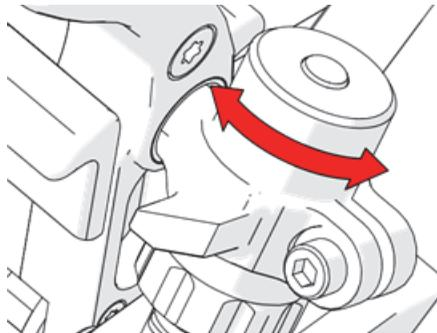

图1-41 旋转张紧气缸
2. 旋转张紧气缸，以增加或减少压力（参见第54页的图1-41）。